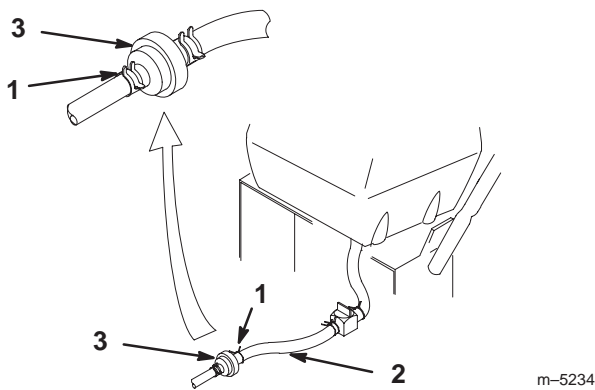

Figure 38
4. Pincez les extrémités des colliers et faites glisser ceux-ci pour les éloigner du filtre (Fig. 38).